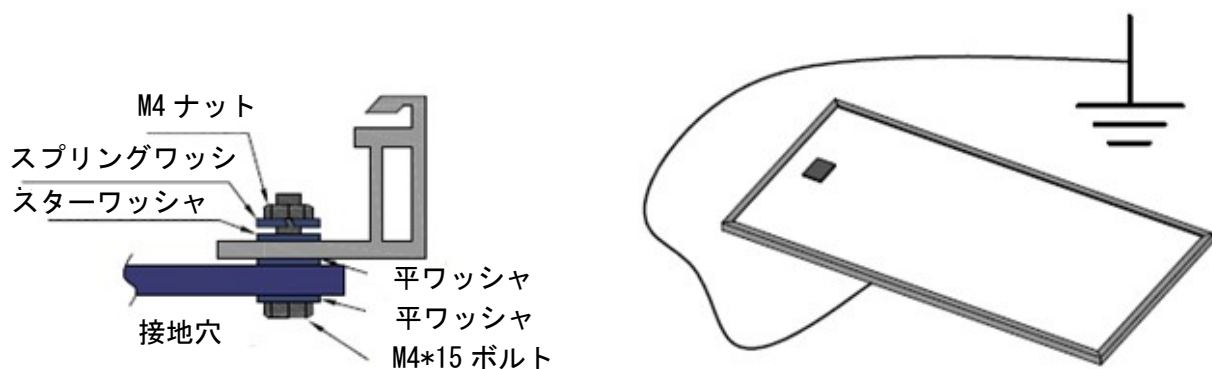

図6: モジュールの接地方法
- e) すべてのモジュールフレームと架台は電気設備技術基準に従って接地してください。モジュールフレームの接地穴と架台を使用し、フレームにアース線を接続してください。アース線とフレームの間にステンレス製のスターワッシャを使用するよう注意してください(図6参照)。このワッシャは異種金属同士の接触による腐食を防ぐために使用してください。ネジはしっかり締め付けてください。